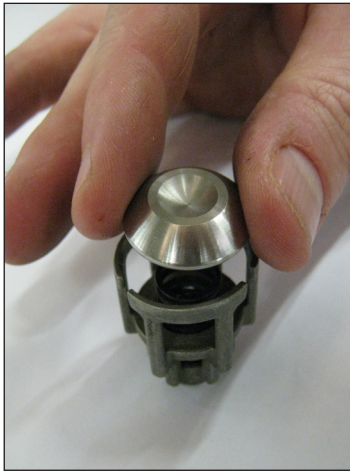
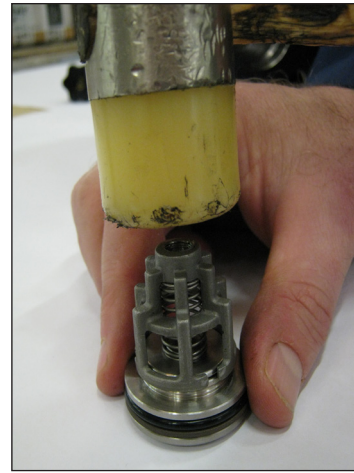

图24
图25
1. 组装吸油和输油阀组 (图24, 图25)时，注意切勿混淆先前拆卸的吸油和输油弹簧：